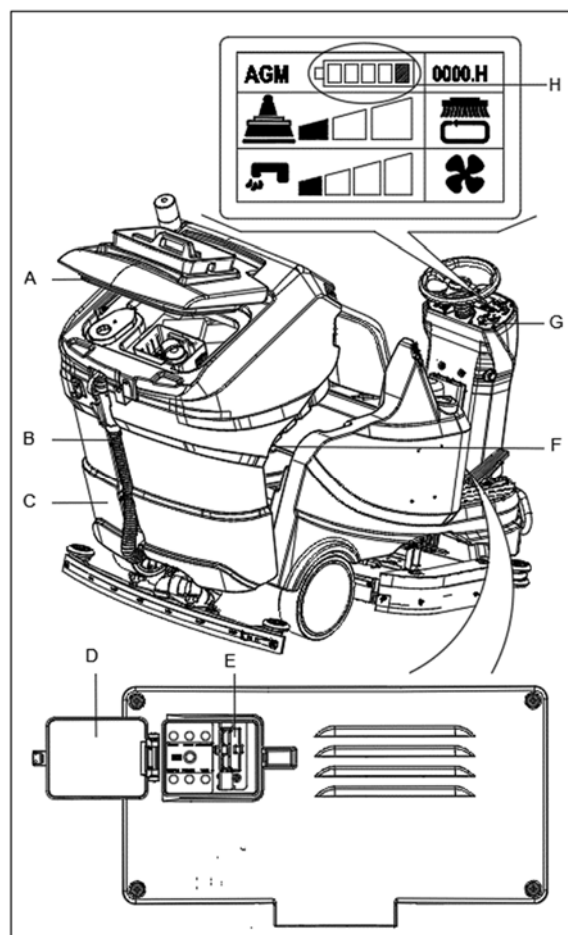

Figura 16
1. Aprire il coperchio (A, Figura 16) e assicurarsi che il serbatoio dell'acqua di recupero (C, Figura 16) sia vuoto, altrimenti svuotarlo con il tubo di scarico (B, Figura 16).
3. Portare la chiave di accensione (G, Figura 16) su "0".
5. Aprire il coperchio di protezione (D, Figura 16). Collegare il connettore del caricabatterie al connettore della macchina (E, Figura 16). Quando il caricabatterie è collegato, tutte le funzioni della macchina vengono automaticamente interrotte.
9. Inserire la chiave di accensione (G, Figura 16) e portarla su "I". Controllare lo stato delle batterie sulla schermata del display (H, Figure 16).